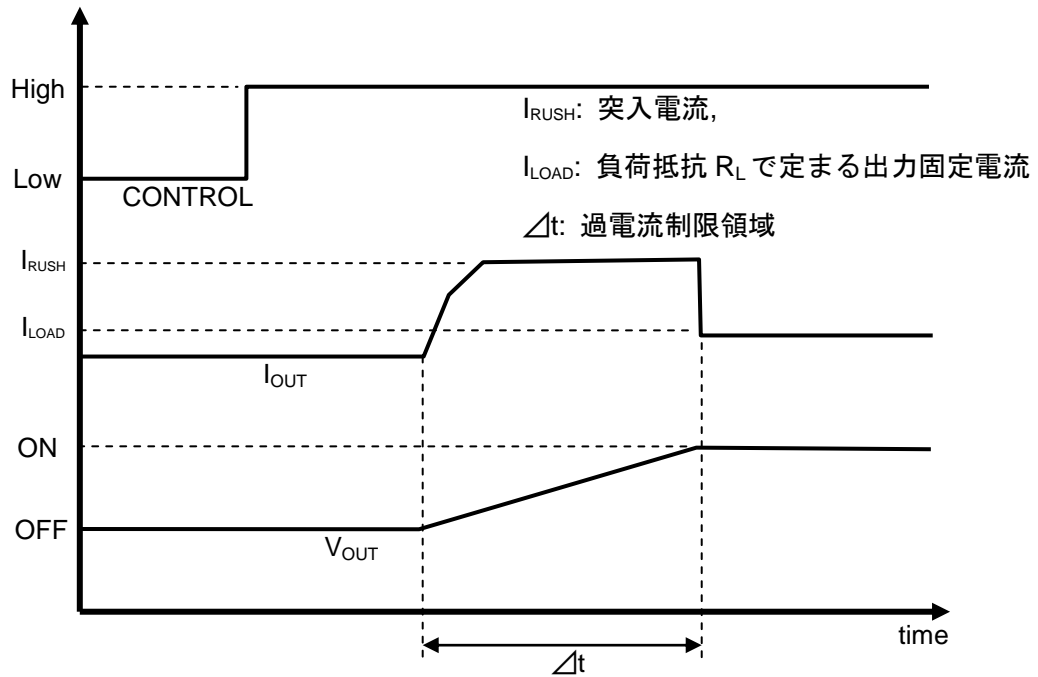

Fig.4 TCK104G,TCK105G 突入電流特性イメージ図
実際の突入電流値は内部のドライバ回路の時定数で定まるスロースタート回路と、負荷側の内部等価容量  $C_L$  および等価抵抗  $R_L$  によって、出力電圧  $V_{OUT}$  の起動時間や過渡時の突入電流の値が決定されます。また、上述の方式のほか、②の過電流保護回路特性を利用し、立ち上がり時に出力電流制限をかけ、突入電流を抑制する方式もあります。Fig.3 に示す、過電流保護機能を有する TCK104G, TCK105G についてはこの回路方式を応用しております。Fig.4 に過電流保護回路を利用した突入電流抑制のイメージ図を示します。